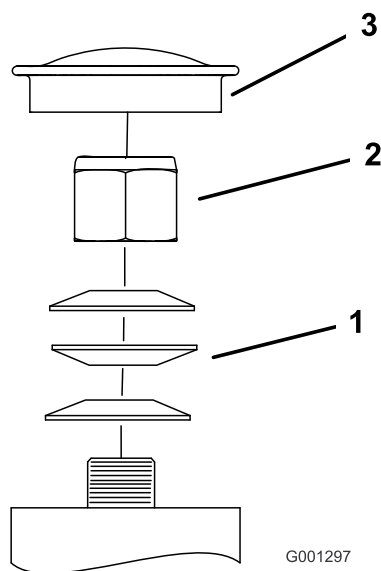

Figura 60
3. Retire el tapón anti-polvo de la rueda giratoria y apriete la contratuerca (Figura 60).
4. Apriete la contratuerca hasta que las arandelas de muelle estén planas, luego afloje 1/4 de vuelta para establecer la pre-carga correcta de los cojinetes (Figura 60).
5. Coloque el tapón guardapolvo (Figura 60).
Importante: Asegúrese de que las arandelas de muelle están correctamente instaladas, según muestra Figura 60.